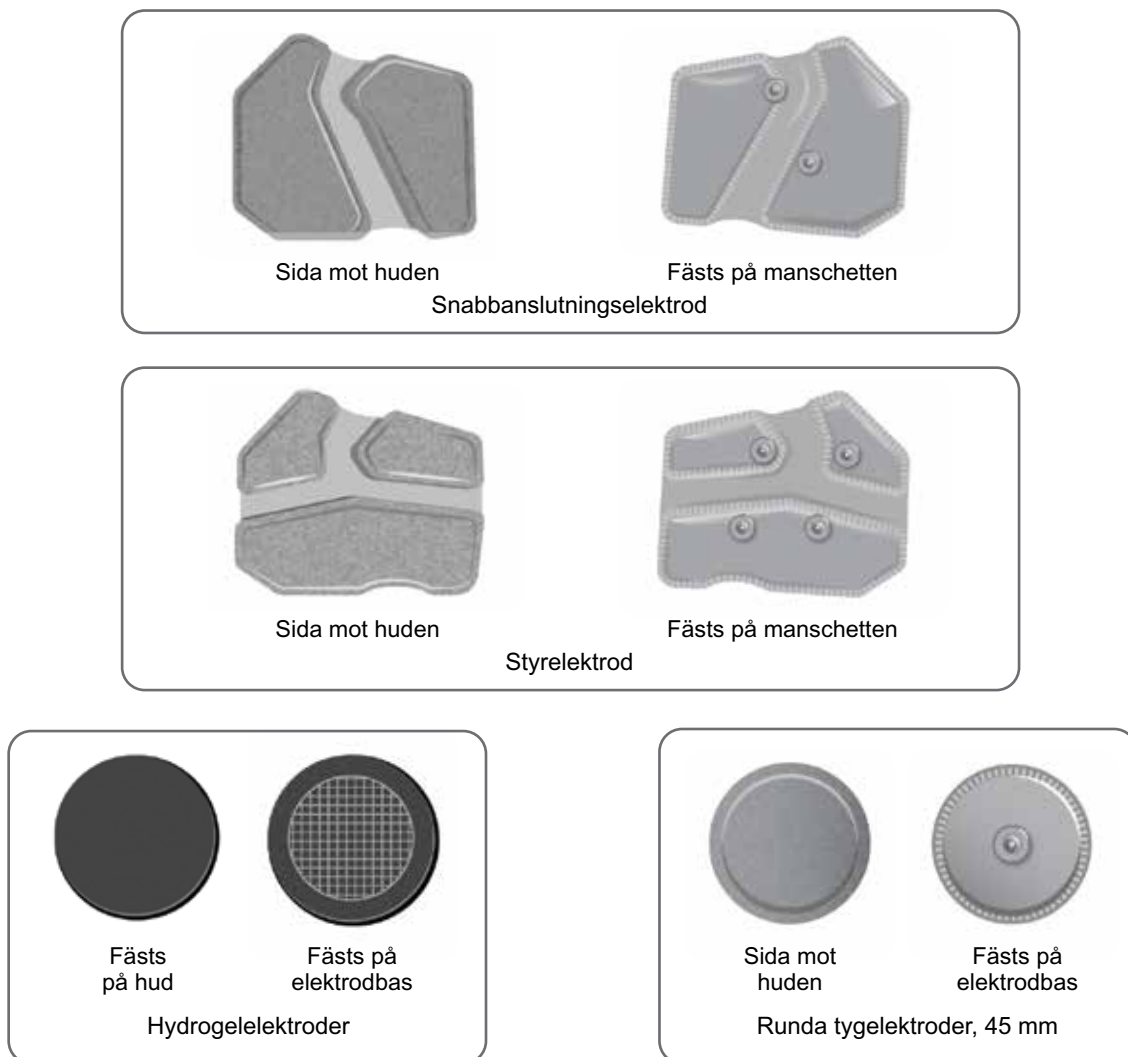

Bild 6-8: Elektroalternativ för underbensmanschett
**Följande elektroder kan användas tillsammans med underbensmanschetten (se bild 6-8):**